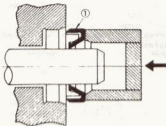

Bild 146
- 18 Wellendichtung 20 x 10 x 4, auf Einbaurechtung achten, da abweichend von Bild 146!